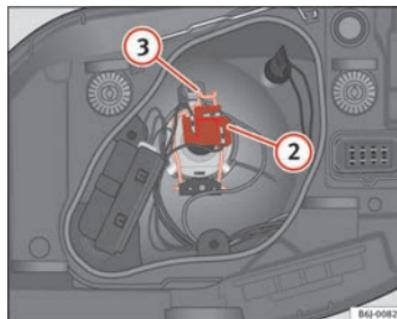

Fig. 140 Feu de croisement / de route phare simple
- Retirez le connecteur ⇒ page 232, fig. 140 ② de l'ampoule.
- Décrochez le ressort entrebâilleur ⇒ page 232, fig. 140 ③ en le pressant vers l'intérieur et vers la droite.